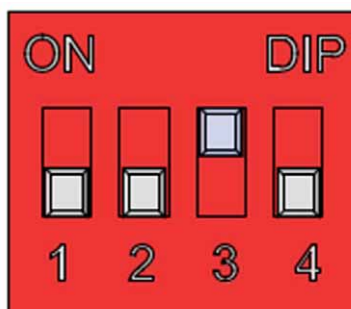

Рисунок 5 – S1.3 – ON; S1.4 – OFF
- S1.3 – ON; S1.4 – OFF (рисунок 5)